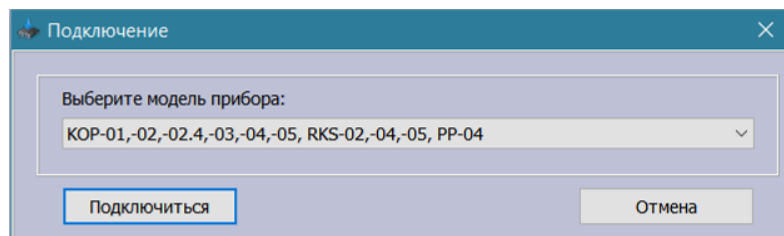

Рисунок 2
5. Нажать кнопку «Подключиться» (см. Рисунок 2);